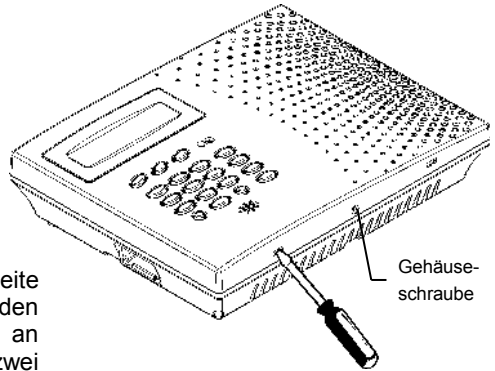

Abbildung 2.4: Öffnen des Gehäuses
2. Mit einem Schraubenzieher vorsichtig auf die Freilassungslasche laut Abbildung 2.4 drücken.